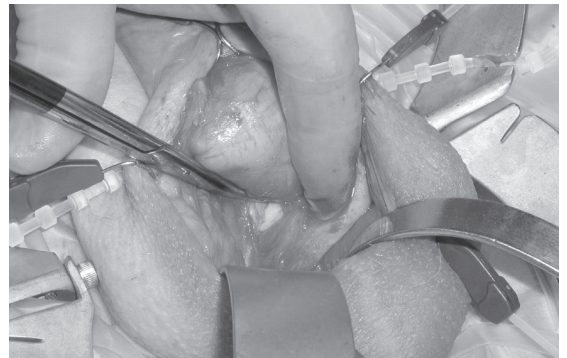

Figura 4-18.
7. Al realizar una disección aguda de la fascia de Buck que une los cuerpos cavernosos divergentes a los cuerpos esponjosos, se consigue fácilmente la movilización de la uretra. (Figura 4-18)